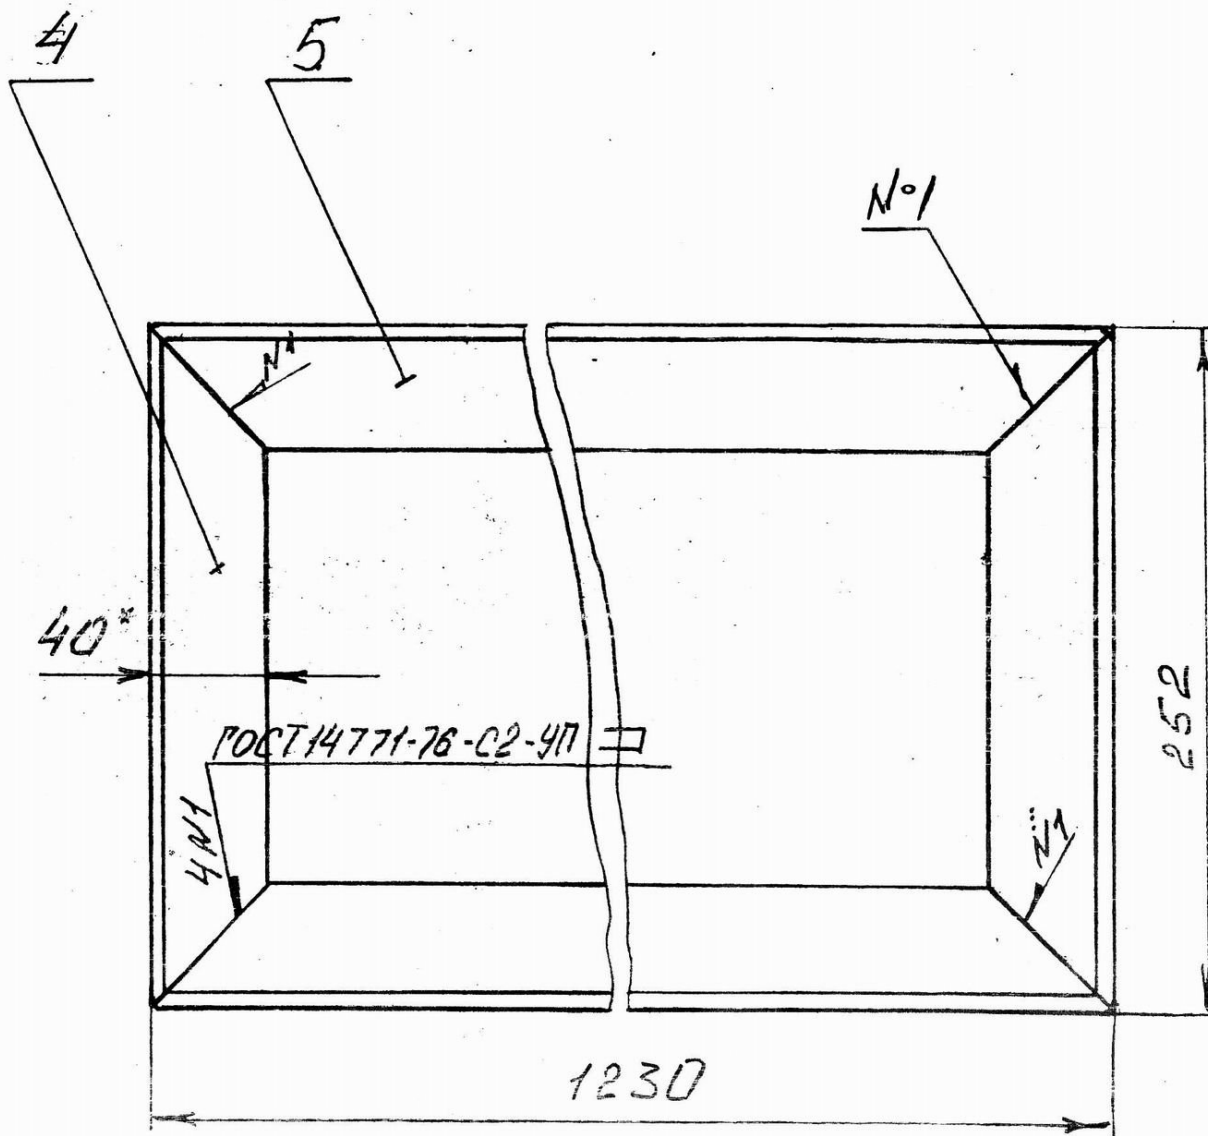

Рис. 7 Рамка
6.3.3. Уложить рамы, рамку (рис. 7) и подводящие трубы с пропущенными в них проводами в подготовленные прямки, выдержав горизонтальность опорных плит.